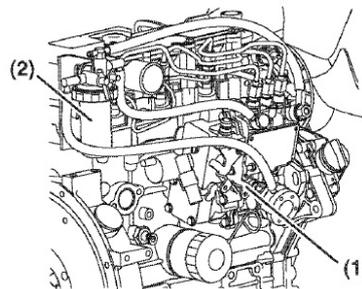

Abb. 49: Ansaugung des Kraftstoffsystems
Schritt 1: Den Kraftstoffansaughebel (Abb. 49, Pos. 1) mehrere Male betätigen, bis das Kraftstofffiltergehäuse (Abb. 49, Pos. 2) mit Kraftstoff gefüllt ist.